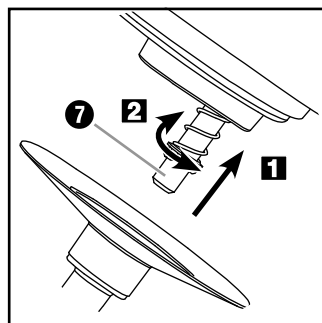

Fig. 2: Montarea accesoriilor
6) Montați, în funcție de cerință, cârligul de frământat **10**, telul **11** sau paleta de amestecare **12** pe arborele de antrenare **7** (fig. 2):
- Introduceți cârligul de frământat **10**, telul **11** sau paleta de amestecare **12** (în cele ce urmează „accesoriu”) în așa fel, pe arborele de antrenare **7**, încât cele două știfturi metalice de pe arborele de antrenare **7** să intre în decupașele de pe accesoriu **10** **11** **12** (fig. 2 / **1**).
- Apăsați accesoriul **10** **11** **12** cu putere pe arborele de antrenare **7**, astfel încât să se preseze arcul și învârtiți concomitent accesoriul **10** **11** **12**, ușor, în sens antiorar (direcția ) (fig. 2 / **2**).